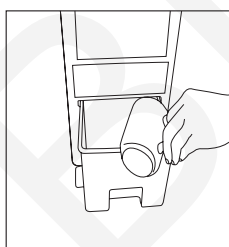

Рис. 2
4. Откройте бак для воды и выдвиньте его наружу примерно на 10 см до установочного штифта, затем налейте воду (см. рис. 2).